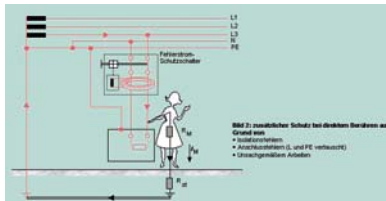

Bild 2: Zusätzlicher Schutz bei direkter Berührung aufgrund von Isoliationsfehlern, fehlerhafter Installation, unterbrochenem Schutzleiter (PE-Leiter)
- $I_{AN} \leq 30 \text{ mA}$: als zusätzlicher Schutz bei direktem Berühren (**Bild 2**),